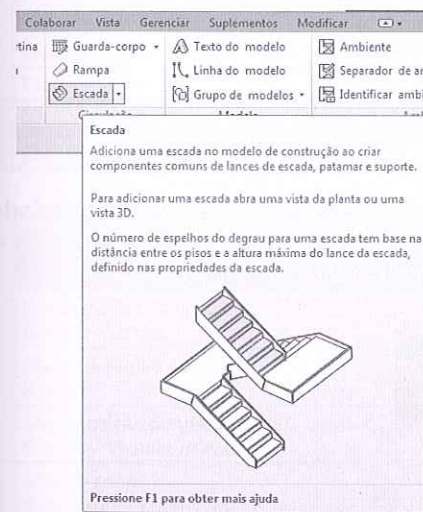

Figura 2.15 – Dica exibida ao se posicionar o cursor sobre uma ferramenta.
1. Ao pousar o cursor sobre uma ferramenta na tela, surge uma breve explicação do comando em uma pequena etiqueta temporária, a **Dica**, como mostra a Figura 2.15.